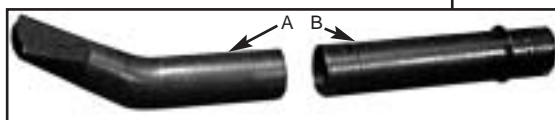

Fig. 4-1A
1. Twist blower nozzle (A) clockwise into the straight blower tube (B) until tight (Figure 4-1A).
1. Tourner l'embout du souffleur (A) vers la droite dans le tube droit du souffleur (B) jusqu'à fermement (Figure 4-1A).